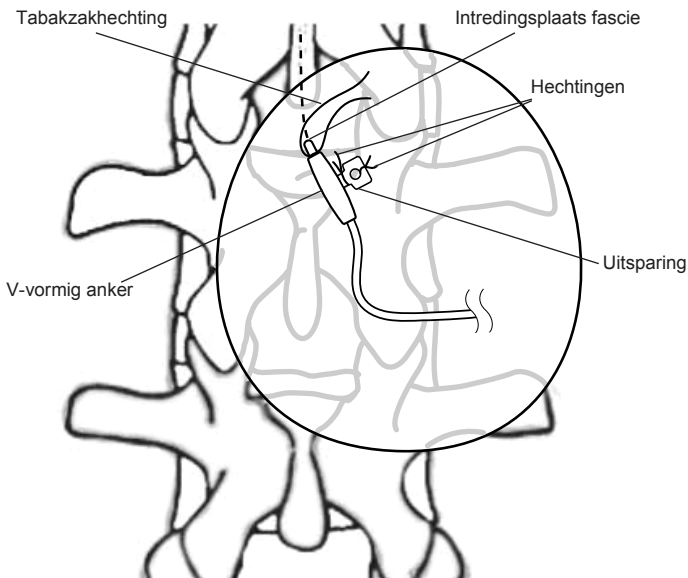

Afbeelding 5. Aanbrengen van het V-vormige anker
17. Schuif het V-vormige anker over het spinale segment (Afbeelding 5 op blz. 74) en plaats het anker zo dicht mogelijk bij de intredingsplaats in de fascie.